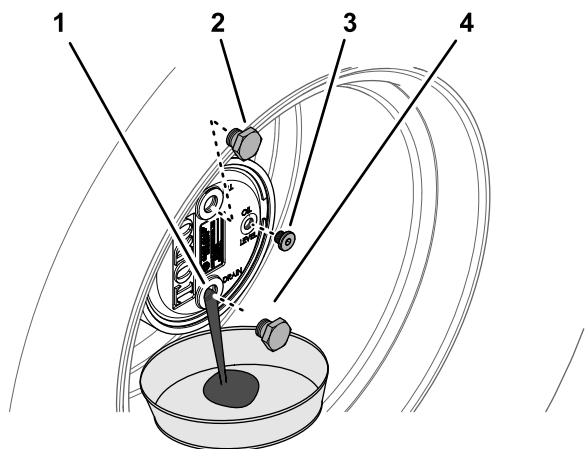

Figure 82
- Retirez le bouchon de remplissage à la position 12 heures et le bouchon de contrôle à la position 3 heures (Figure 82).
- Placez un bac de vidange sous le moyeu du train planétaire et enlevez le bouchon de vidange à la position 6 heures pour permettre la vidange complète de l'huile (Figure 82).
- Remettez le bouchon de vidange dans l'orifice de vidange du carter de planétaire (Figure 82).